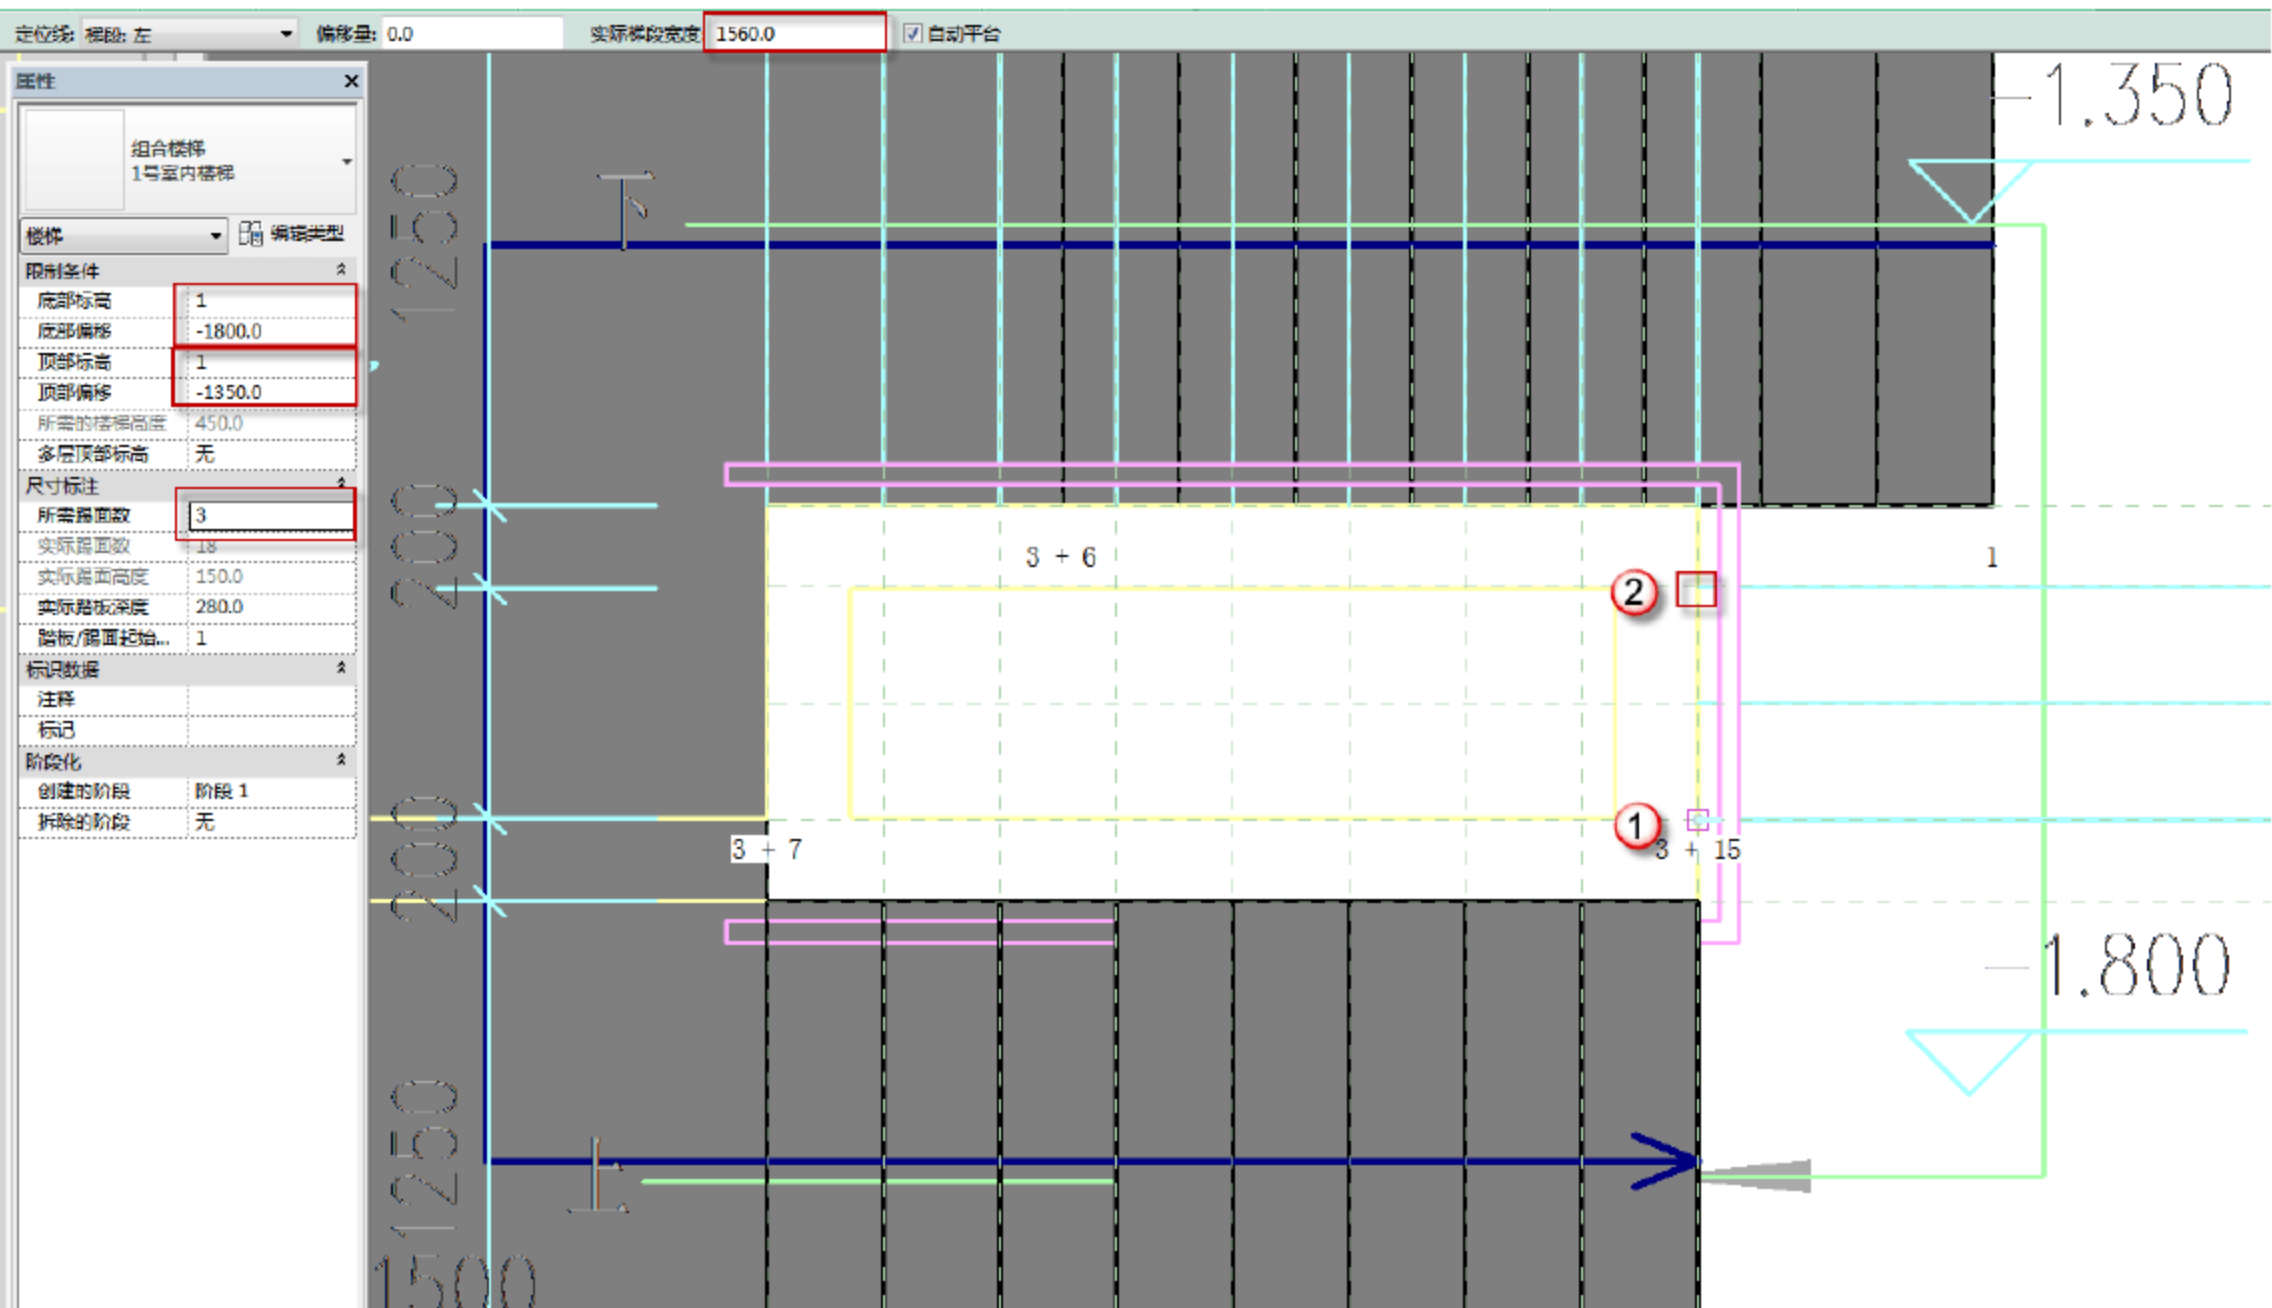

图 11.2.49 绘制第三梯段
(14) 绘制楼梯第三梯段。捕捉楼梯梯段的起始点“1”点，沿竖直方向参照线向上绘制至梯段的终点“2”点，如图 11.2.49 所示。第三梯段绘制完成后会自动生成休息平台即完成绘制。绘制完成效果如图 11.2.50 所示。